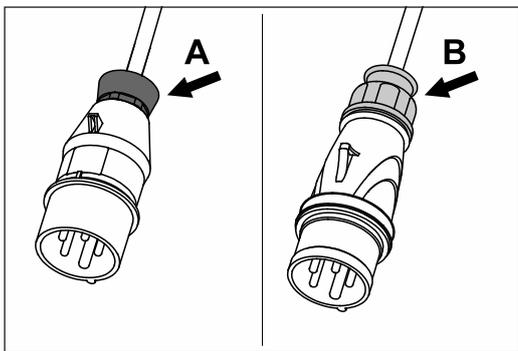

Abb. 22 Original-LÄGLER®-Stecker mit roter Überwurfmutter (A) oder gelber Überwurfmutter (B).
- 2 Original-LÄGLER®-Stecker mit roter Überwurfmutter am Kabelausgang (Abb. 22, A):
Original-LÄGLER®-Stecker mit gelber Überwurfmutter am Kabelausgang (Abb. 22, B):